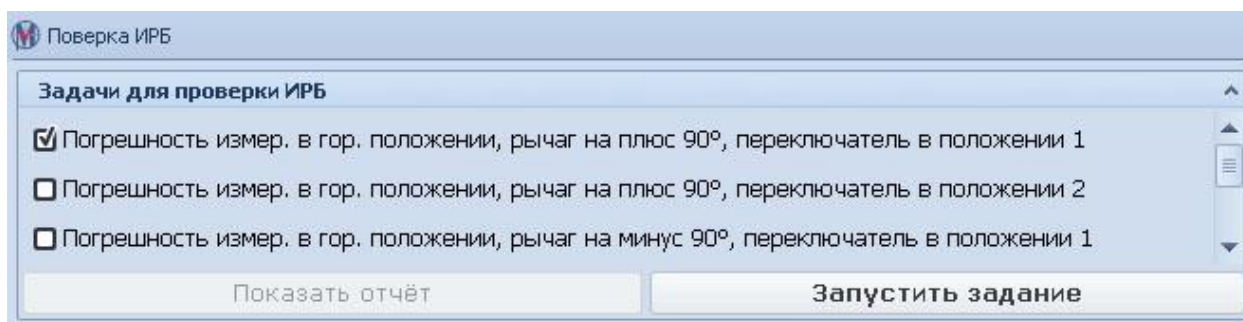

Рис. 6
2.3.3.1. Поставьте галочку напротив первого задания в пункте меню «Задания для поверки ИРБ» (Рис. 6). Вращением рукоятки тонкой подачи совместите стрелку индикатора с нулевой отметкой шкалы. В пункте меню «Данные от датчика ППИ» нажмите кнопку «Запустить». В пункте меню «Данные от датчика ППИ» нажмите кнопку «Обнулить».